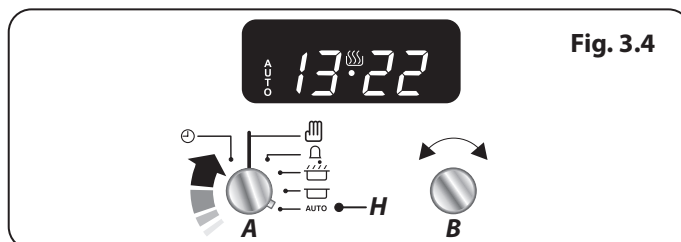

Fig. 3.4
1. Tournez le bouton de réglage (**B**) dans le sens antihoraire ou horaire (**Fig. 3.4**).
2. Avec le bouton de la minuterie (**A**), sélectionnez soit l'horloge (**C**) ou le réglage du rappel de minute (**E**). Retournez sur le réglage manuel (**D**) pour le mode de cuisson normal (**Fig. 3.4**).
3. Tournez le bouton de la minuterie (A) sur le réglage Auto (H) (Fig. 2.27). L'affichage indique alors l'heure actuelle, le symbole Cuisson et le mot « AUTO » (Fig. 3.4).